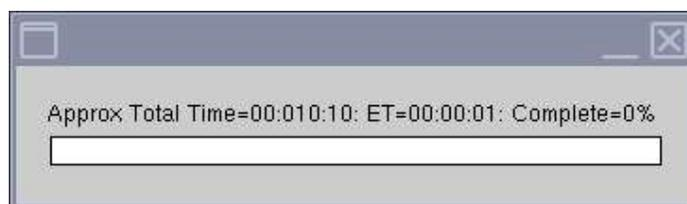

Рис. 5
**Примечание.** Окно состояния MCQA будет постоянно обновляться, отображая информацию о том, какие операции данный инструмент выполняет в текущий момент времени. Появится временная строка (Рис. 5) с указанием приблизительного времени теста, истекшего времени и процента выполнения.